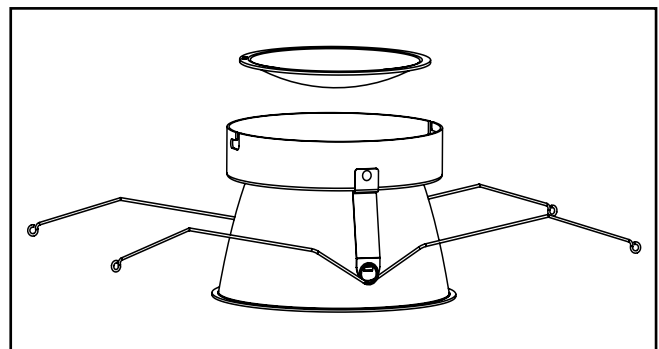

Figure 4.
2. Insérez la lentille dans la garniture inférieure de façon à ce que la partie concave soit face vers le bas (Figure 4.).